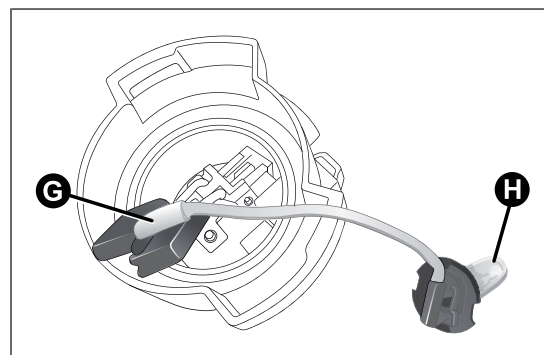

fig. 134
- ❑ détacher le connecteur G fig. 134 et remplacer l'ampoule H ;